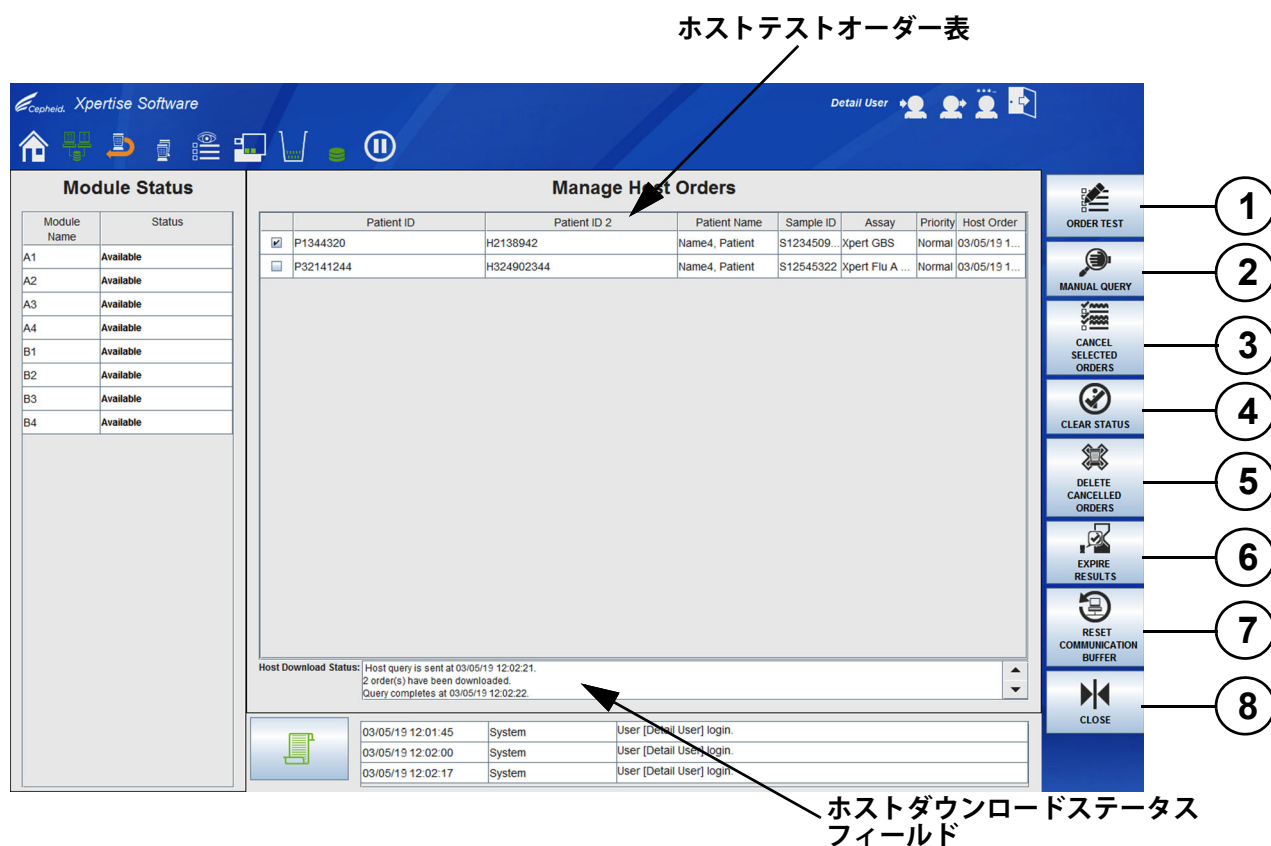

図 5-163. ホストオーダーの管理ワークスペース
**ホストオーダーの管理 (Manage Host Orders)** アイコンを選択して、ホストオーダーの管理 (Manage Host Orders) ワークスペースパネルを表示します。図 5-163 を参照。
ボタンは、ホストオーダーの管理（Manage Host Orders）ワークスペースの右側にあり（図 5-163 を参照）、表 5-2 で説明されています。